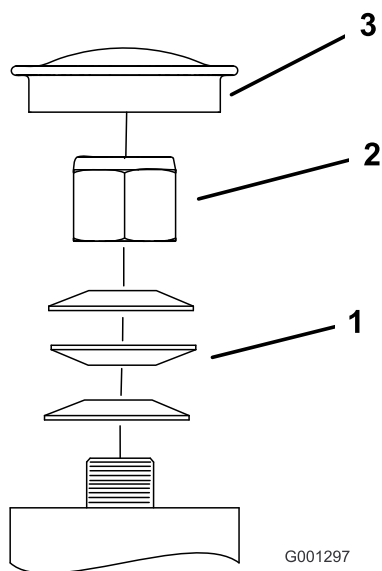

Figure 67
3. Retirez le capuchon antipoussière de la roue pivotante et serrez le contre-écrou (Figure 67).
4. Continuez de le serrer jusqu'à ce que les rondelles élastiques soient aplaties, puis desserrez-le de 1/4 de tour pour obtenir la précharge correcte des roulements (Figure 67).
Important: Veillez à placer les rondelles élastiques comme illustré à la Figure 67.
5. Remettez le capuchon antipoussière en place (Figure 67).